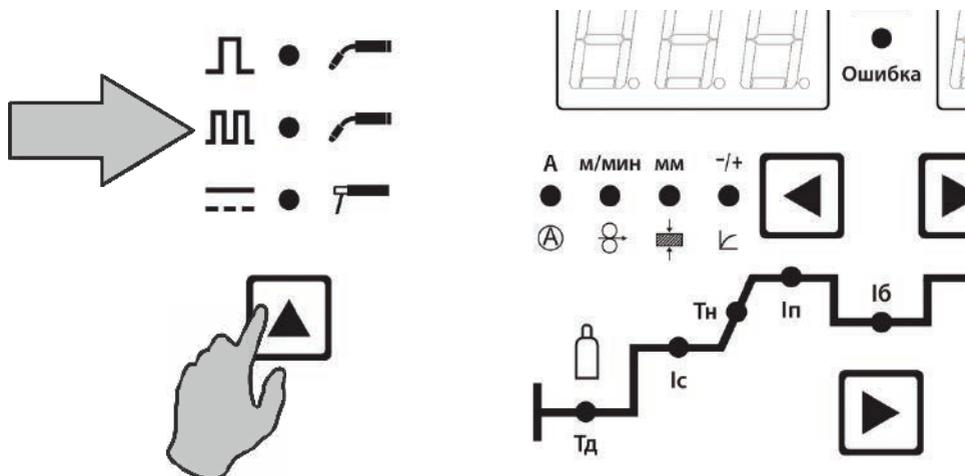

Рис. 8.7.1. Выбор способа сварки.
1. Выберите способ сварки MIG D Pulse на передней панели источника (см. рис. 8.7.1).